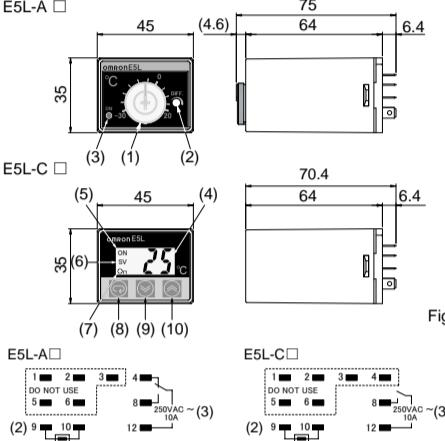

Fig.1
- 外形寸法／フロント部の名称(Fig.1)
- (1) 温度設定つまみ、(2) 調節感度調整用ボリューム
- (3) 動作表示灯（赤色）※点灯時8-12端子間に導通、(4) 現在温度／各種設定値表示
- (5) 動作表示灯（緑色）※点灯時8-12端子間に導通、(6) 設定表示「SV」※設定値表示時に点灯
- (7) プロテクタ表示『Om』※設定変更プロテクト状態で点灯、(8) モードキー、(9) ダウンキー、(10) アップキー
■ 外形寸法／フロント部の名称(Fig.1)
(1) 温度設定つまみ、(2) 調節感度調整用ボリューム
(3) 動作表示灯（赤色）※点灯時8-12端子間に導通、(4) 現在温度／各種設定値表示
(5) 動作表示灯（緑色）※点灯時8-12端子間に導通、(6) 設定表示「SV」※設定値表示時に点灯
(7) プロテクタ表示『Om』※設定変更プロテクト状態で点灯、(8) モードキー、(9) ダウンキー、(10) アップキー